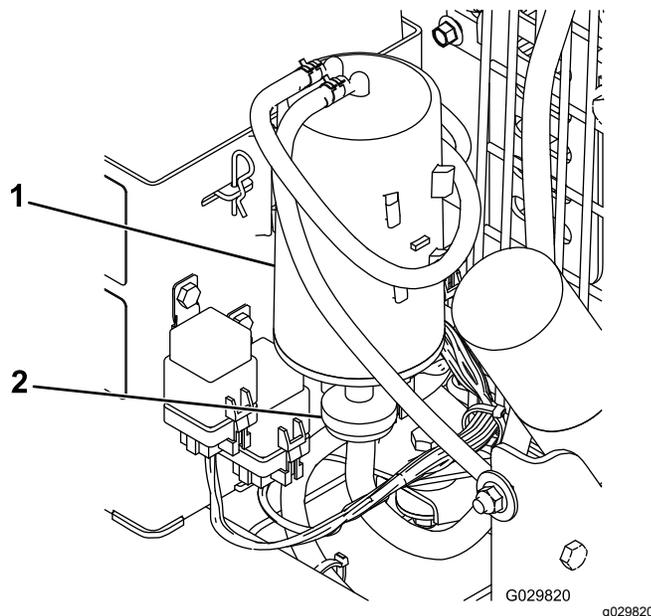

Figura 17
2. Retire y deseche el filtro de aire del cartucho de carbón (Figura 17).